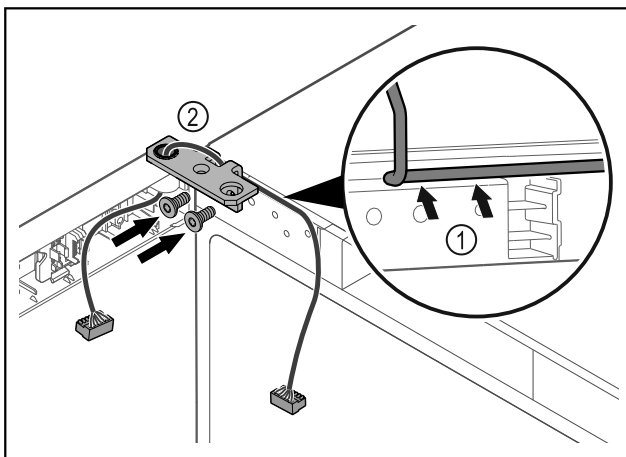

Fig. 61
- ▶ Før kablen forsiktig gjennom åpningen i hengselvinkelen, og legg den omhyggelig på plass Fig. 61 (1).
- ▶ Skru på hengselvinkelen Fig. 61 (2).